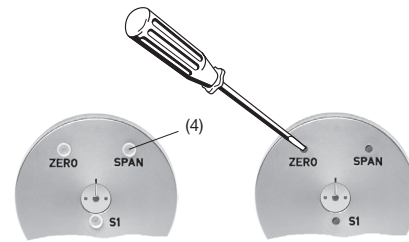

Bild 12. Einstell-Elemente «ZERO», «SPAN» und «S1».
Die ZERO/SPAN-Dichtungsstopfen (4) herausziehen (Bild 12, links). Messobjekt in **Nullstellung** bringen, d.h. in die Position, in der der KINAX 3W2 den Ausgangsstrom
Danach Potentiometer «ZERO» (Bild 12, rechts) mit einem Uhrmacher-Schraubenzieher (Ø 2,3 mm) so drehen, dass genau der gewünschte Ausgangsstrom fliesst.
Winkeltransmitter mit Messbereichen > 150° haben für die Drehrichtungsumkehr einen Schalter, der mit S1 bezeichnet ist und auch durch eine Öffnung auf der Rückseite betätigt werden kann (Bild 12).